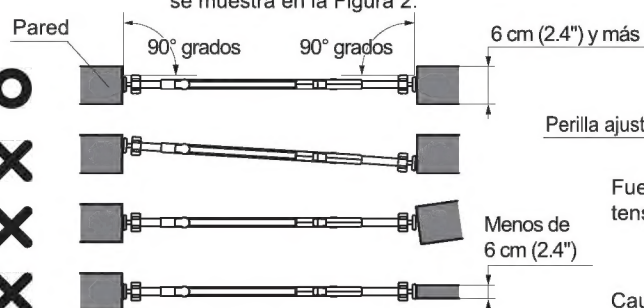
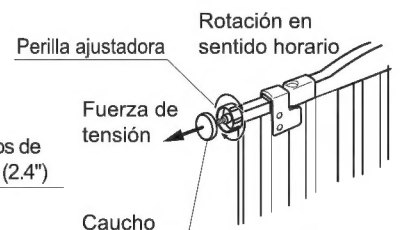

Figura 2
Figura 3
- Si el producto se ha instalado correctamente, la parte superior de la puerta (cuando se mira hacia abajo desde encima de la parte superior) será tan recta como una línea con cada extremo alineado en un ángulo de 90 grados según se muestra en la Figura 2.
- 1 Determine la dirección deseada de apertura de la puerta. Coloque el producto contra la pared en ángulo recto perpendicular según se muestra en la Figura 2. Apriete la Perilla Ajustadora superior hasta que el caucho de la Perilla Ajustadora haga contacto con la superficie de pared según se muestra en la Figura 3.